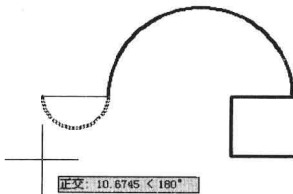
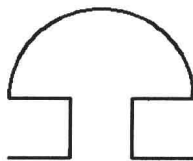

图 3-2-2
图 3-2-3
(8) 命令行提示“指定圆弧的端点或 [圆心 (CE) / 半径 (R)]”，向左移动光标，输入“30”，按 Enter 键，逆时针绘制一个圆弧，如图 3-2-2 所示。
(9) 命令行提示“指定圆弧的端点或 [角度 (A) / 圆心 (CE) / 闭合 (CL) / 方向 (D) / 半宽 (H) / 直线 (L) / 半径 (R) / 第二个点 (S) / 放弃 (U) / 宽度 (W)]”，输入“L”，按 Enter 键，结束圆弧线段绘制，开始绘制直线段。
(10) 向右移动光标，输入直线长度 10，按 Enter 键；向下移动光标，输入直线长度 10，按 Enter 键，绘制一条垂直线段；向左移动光标，输入直线长度 10，按 Enter 键，绘制一条水平线段。再次按 Enter 键，结束多段线操作。符号绘制完成，如图 3-2-3 所示。